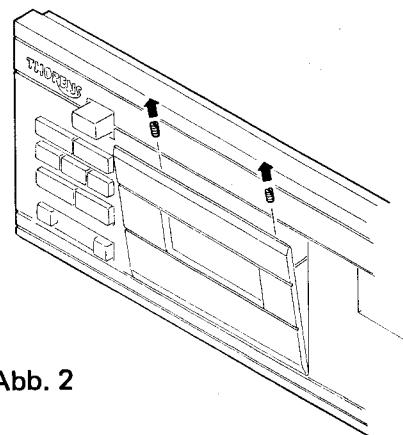

Abb. 2
- Die zwei Schrauben an der Deckelabdeckung des Cassettenfachs lockern, Abdeckung entfernen (Abb. 2).